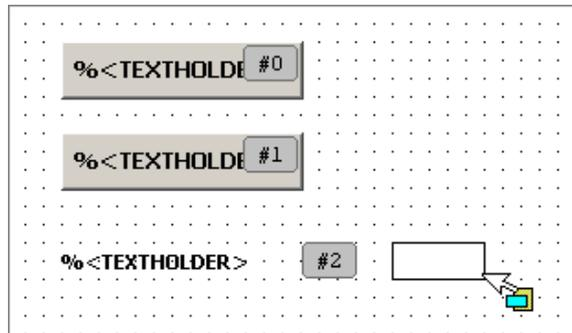

Рис. 75. Добавление прямоугольника для отображения значения переменной `ANGLE_VAR`
- Выберите команду **Insert–Rectangle** в главном меню или щелкните на пиктограмме  в панели инструментов, после чего нарисуйте прямоугольник в окне редактирования формы визуализации справа от статической надписи, созданной в п. 9.4.5.7, как показано на рис. 75.